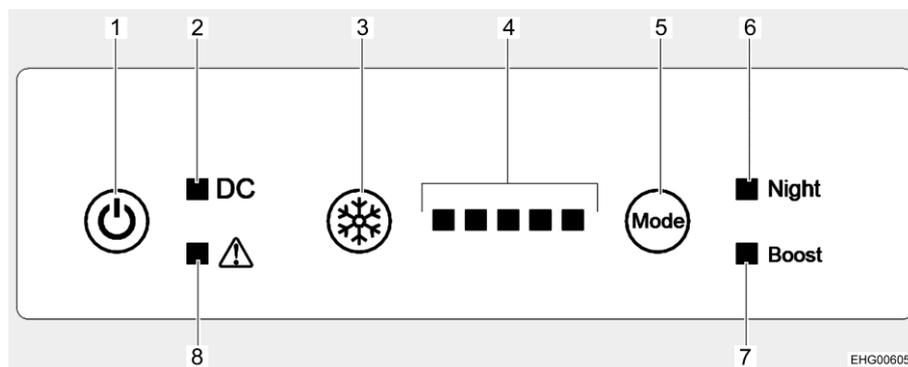

Bild 165 Bedienelemente (Kühlschrank)
Einschalten: ■ Ein-/Aus-Taste (Bild 165,1) drücken. Alle Kontroll-Leuchten leuchten auf (Lichttest) und erlöschen nach ca. 3 Sekunden. Nur die Kontroll-Leuchte Betrieb (Bild 165,2) leuchtet weiter und zeigt an, dass der Kühlschrank arbeitet. Der Kompressor startet nach einer kurzen Verzögerung.
Ausschalten: ■ Ein-/Aus-Taste (Bild 165,1) drücken. Die Kontroll-Leuchte Betrieb (Bild 165,2) erlischt.
Kühlstufe einstellen: ■ Taste für Kühlstufe (Bild 165,3) so oft drücken, bis die gewünschte Kühlstufe angezeigt wird. Je mehr Kontroll-Leuchten (Bild 165,4) leuchten, desto höher ist die Kühlleistung (und auch der Energieverbrauch).
- Nachtmodus einschalten:** ■ Taste Betriebsart (Bild 165,5) so oft drücken, bis die Kontroll-Leuchte Nachtmodus (Bild 165,6) leuchtet. Der Kühlschrank arbeitet jetzt im Nachtmodus.
- Nachtmodus ausschalten:** ■ Taste Betriebsart (Bild 165,5) so oft drücken, bis die Kontroll-Leuchte Nachtmodus (Bild 165,6) erlischt. Der Kühlschrank arbeitet wieder im Normalbetrieb.
- Boostmodus einschalten:** ■ Taste Betriebsart (Bild 165,5) so oft drücken, bis die Kontroll-Leuchte Boostmodus (Bild 165,7) leuchtet. Der Kühlschrank arbeitet jetzt im Boostmodus.
- Boostmodus ausschalten:** ■ Taste Betriebsart (Bild 165,5) so oft drücken, bis die Kontroll-Leuchte Boostmodus (Bild 165,7) erlischt. Der Kühlschrank arbeitet wieder im Normalbetrieb.